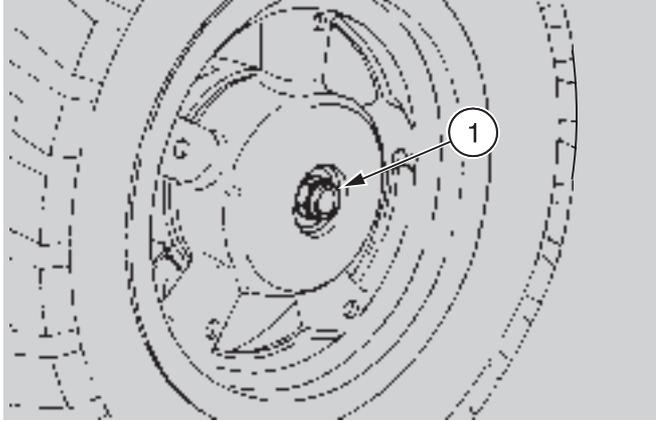

Abb. 33C
- ◆ Radmutter (1-Abb. 33C) aufschrauben und wegnehmen und die Scheibe auffangen.
Anziehdrehmoment Radmutter (1-Abb. 33C):